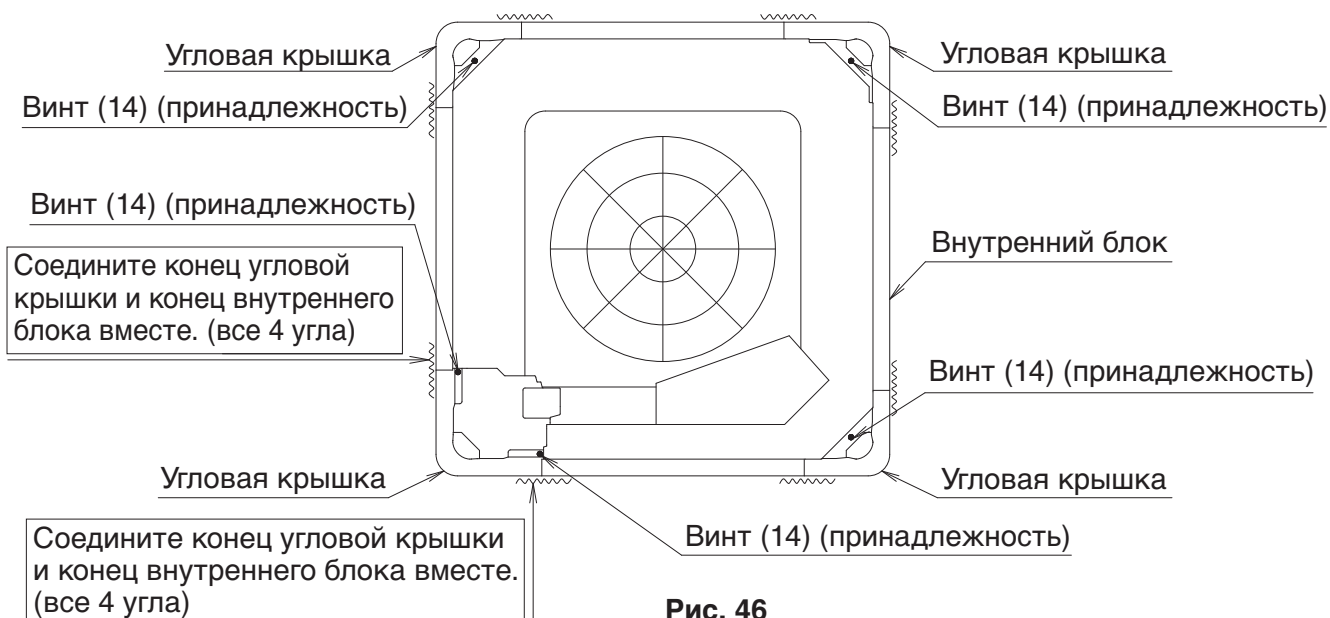

Рис. 46
- Прикрепите угловую крышку к внутреннему блоку. Затем зафиксируйте угловую крышку с помощью прилагаемых винтов (14), одновременно нажимая на угловую крышку так, чтобы конец угловой крышки и конец внутреннего блока соприкасались. (См. **Рис. 46**)